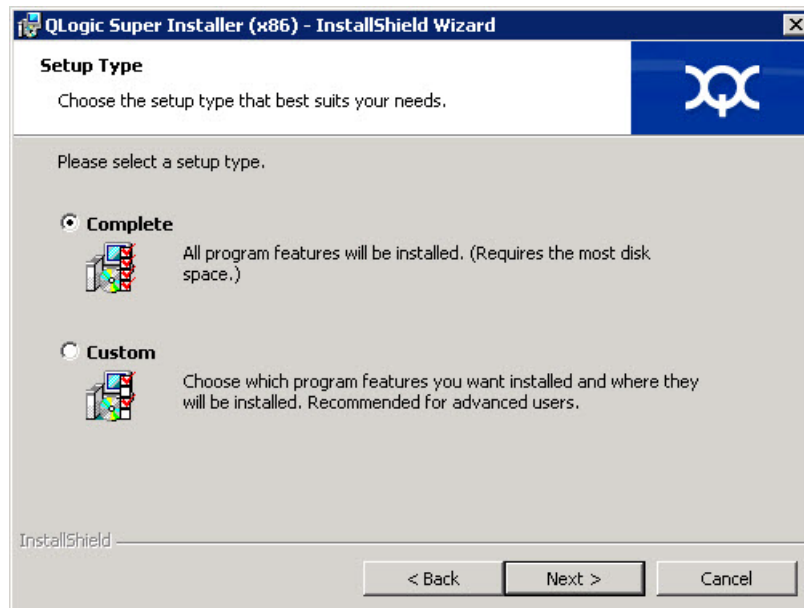

Figure 2-4. Assistant InstallShield : Fenêtre de type d'installation
5. Remplissez la fenêtre de type d'installation de l'Assistant (Figure 2-4) comme suit :